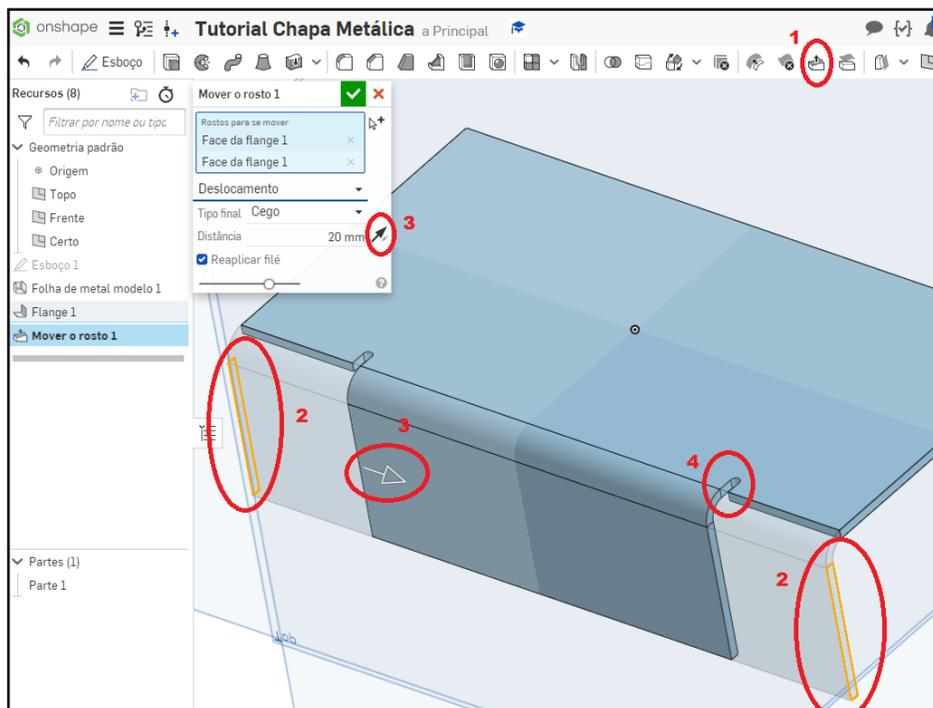

Figura 49 - Criar flange parcial
Conforme mostrado na Figura 49, selecione a opção “mover face” (1), e logo após selecione as faces para mover, nesse caso podem ser as duas, simultaneamente, para ficar simétrico (2);